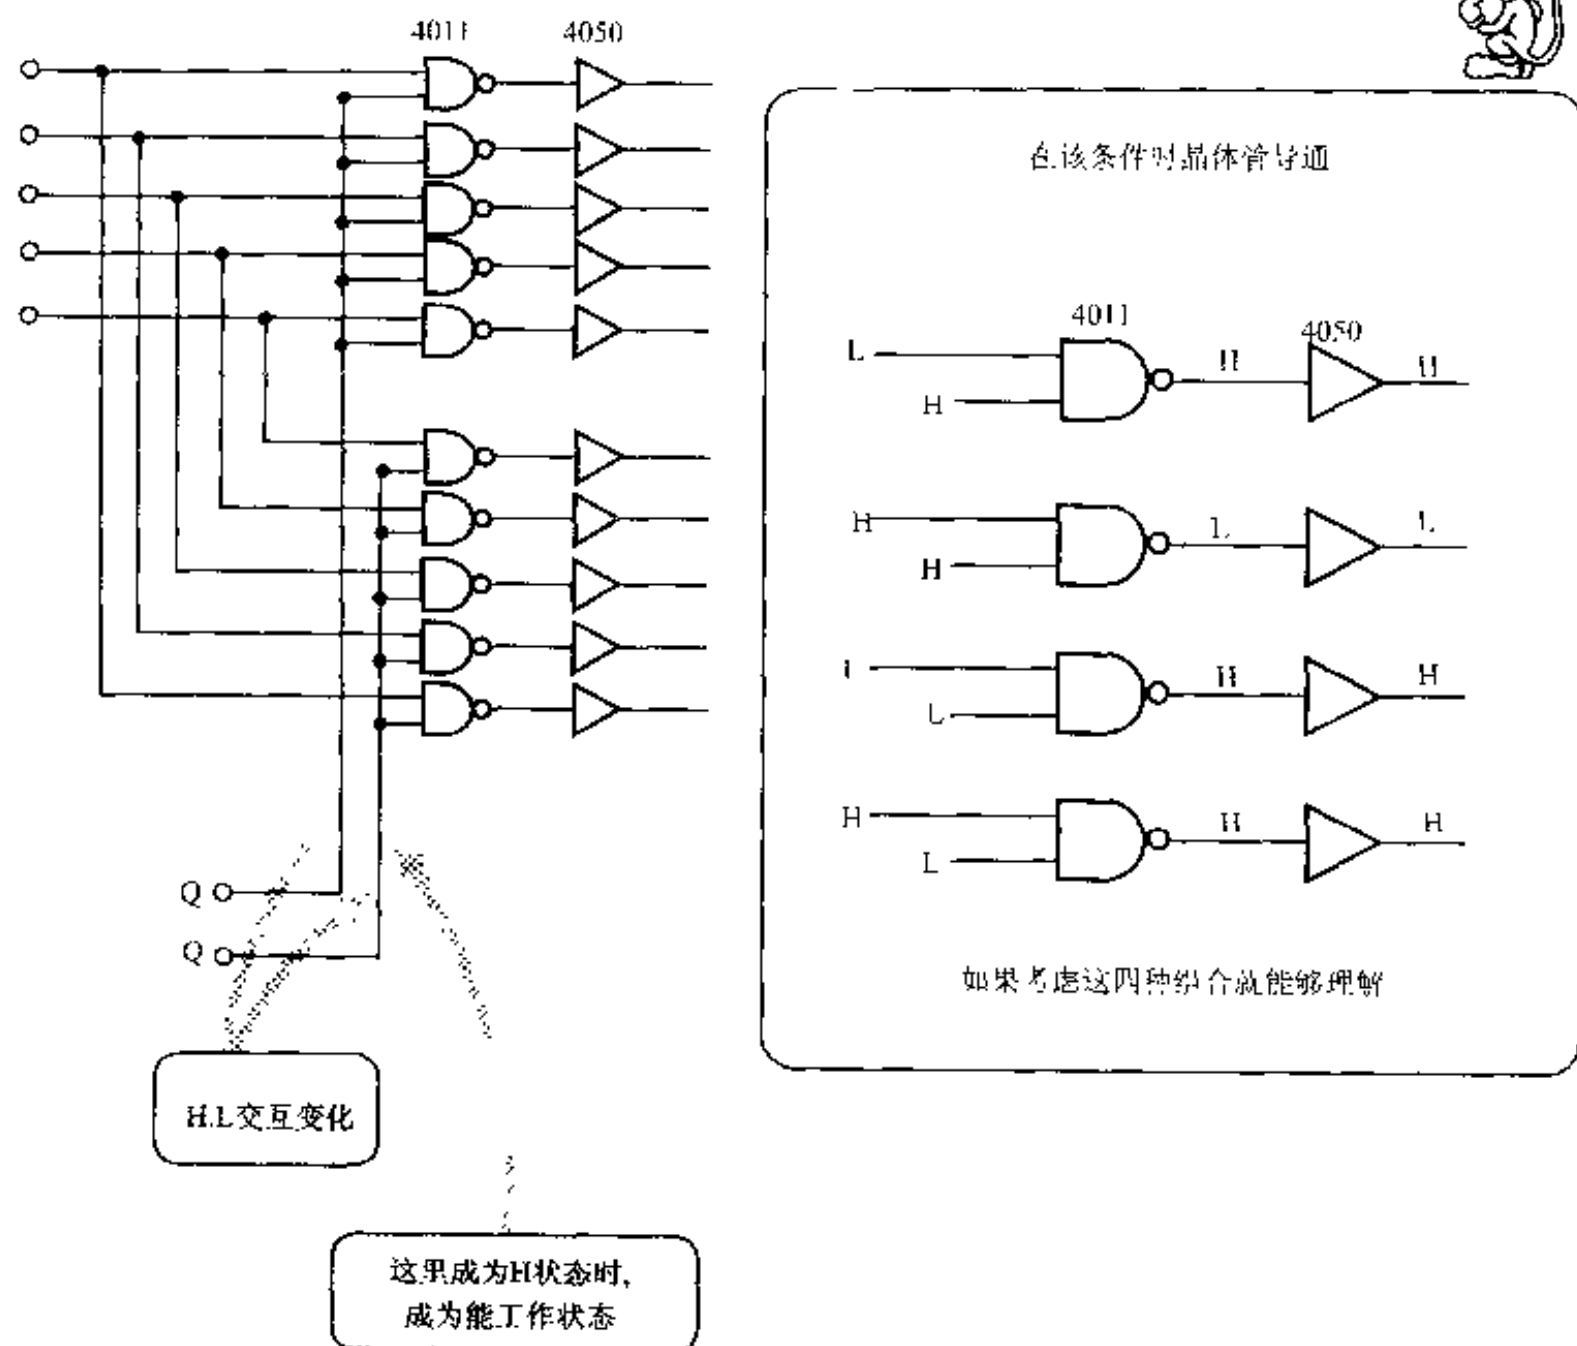

图 4 $IC_1 \sim IC_6$ 的外部电路
(2) IC_3, IC_4, IC_5, IC_6 的外部电路(参见图 4)